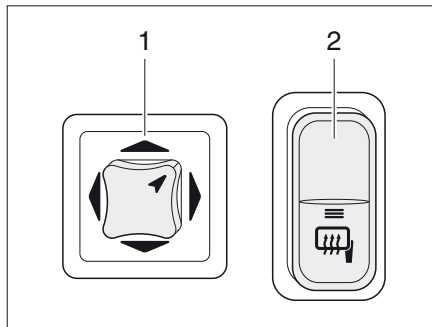

Bild 28 Reglage för elmanövrerade ytterspeglar och spegelvärme
**Ställa in:** ■ Bestäm vilken spegel som ska ställas in. Vrid för detta vridströmställaren (Bild 28,1) åt vänster eller höger.
■ Ställ in spegeln genom att trycka knappen (Bild 28,1) i motsvarande riktning.
**Slå på värmen:** ■ Tryck på brytaren (Bild 28,2). Kontrollampen på brytaren lyser orange och visar att funktionen aktiverats.